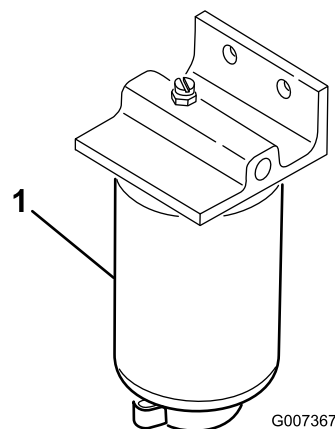

Figure 63
1. Placez un bac de vidange propre sous la cartouche du filtre à carburant (Figure 63).